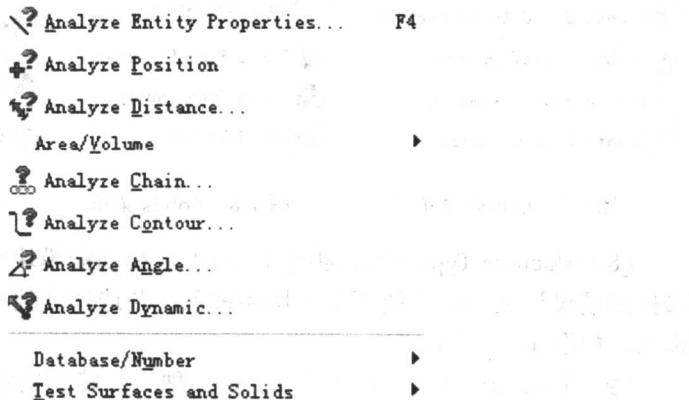

图 1-6 Analyze 菜单
(4) Analyze (分析): 此菜单可对绘图区中绘制的各类图素进行查询，比如可以分析点的位置、距离、面积、体积和图素的属性等，它的下拉菜单如图 1-6 所示。